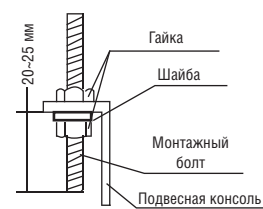

Рис. 4-11
- Выполните разметку для установки подвесной консоли на монтажных болтах (см. рис. 4-11). Подготовьте монтажные болты для блока (см. рис. 4-12).